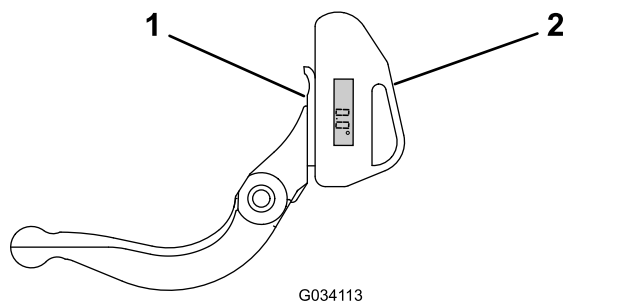

Bild 28
1. Positionieren Sie den Neigungsmesser an der Unterseite des Untermessers, wie in Bild 28 abgebildet.